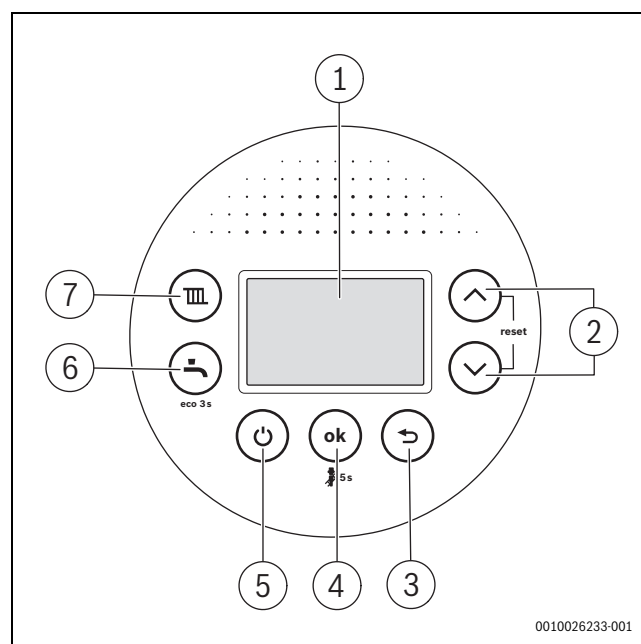

Fig. 119 Aperçu du tableau de commande
Après la mise en service, la touche  (→ fig. 119, [5]) démarre ou arrête simultanément le chauffage et la production d'eau chaude sanitaire sans interrompre l'alimentation électrique.
- En fonctionnement normal, désactiver l'appareil avec la touche  (→ fig. 119, [5]).